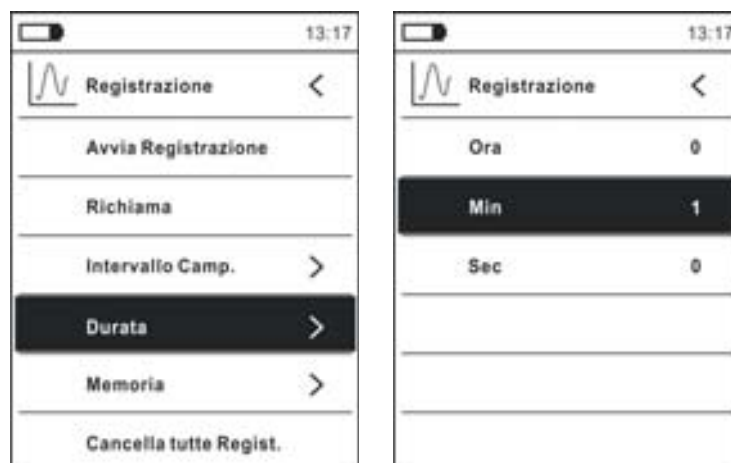

Fig. 36: Funzione data logger – Impostazione durata registrazione
8. Selezionare la voce “Durata” (vedere Fig. 36 – parte sinistra) e premere il tasto . La videata di Fig. 36 – parte destra è mostrata a display